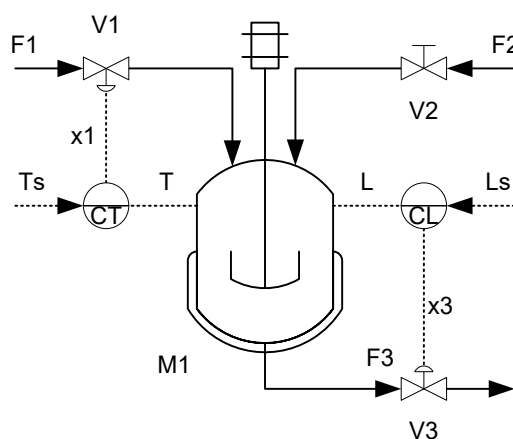

Figura 1: Tanque mezclador.
1. La Figura 1 muestra un tanque mezclador que recibe una corriente F_1 de agua a $25\text{ }^\circ\text{C}$ y otra F_2 a $80\text{ }^\circ\text{C}$ para producir una corriente a $52\text{ }^\circ\text{C}$. La presión manométrica a la entrada de la válvula V_1 es 0.1 atm . El caudal de la corriente F_2 es 20 l/s . El tanque es abierto y descarga a la atmósfera. El diámetro del tanque es 1.5 m . La altura máxima de líquido que puede contener el tanque es 2 m . Para la temperatura, se instaló un controlador P+I, con *bias* 0.5 , $K_p = 0.05\text{ }^\circ\text{C}^{-1}$ y $\tau_i = 30\text{ s}$. Para el nivel, se escogió un controlador P con *bias* 0.5 y $K_p = 0.1\text{ cm}^{-1}$. Las dos válvulas de control son lineales y normalmente cerradas con $C_{v1} = 4.039 \times 10^{-4}\text{ m}^{3.5}/\text{kg}^{0.5}$ y $C_{v3} = 8.078 \times 10^{-4}\text{ m}^{3.5}/\text{kg}^{0.5}$. Los *setpoints* T_{sp} y L_{sp} son $52\text{ }^\circ\text{C}$ y 1 m , respectivamente. Los balances de materia y de energía son (suponiendo densidad y capacidad calorífica constantes, y despreciando la potencia disipada y la potencia del agitador):